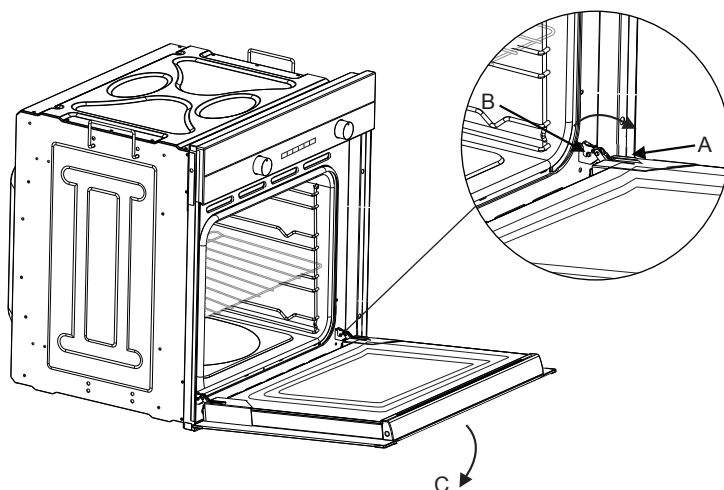

FIG. 2
Démonter la porte du four (Fig. 2)
- > Ne pas oublier de tourner les deux loquets "B" utilisés pour fixer les charnières avant de refermer la porte (Fig. 2).